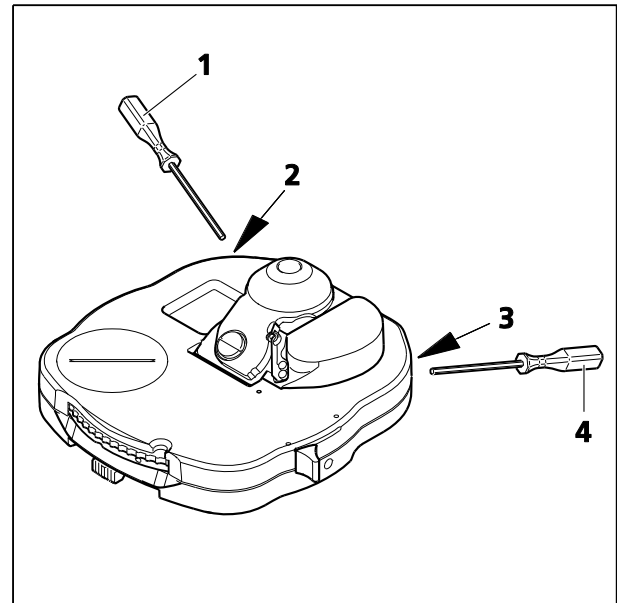

Fig. 193 Centrage de l'ouverture du champ sombre sur le condenseur universel
(2) Équipements de l'appareil
(3) Réglage sur champ sombre en lumière transmise
- Pour centrer la butée de champ sombre, utiliser les deux tournevis Allen SW 1,5 (Fig. 193/1, puis 4) pour tourner les deux vis de centrage (Fig. 193/2 et 3) jusqu'à ce que la pupille de sortie de l'objectif apparaisse uniformément sombre. Après avoir procédé au centrage, retirer les deux tournevis SW 1,5 du condenseur.